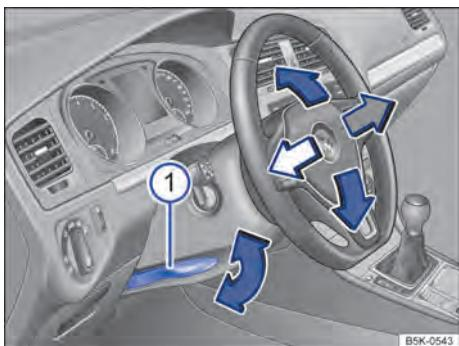

Fig. 47 Embaixo do volante no revestimento da coluna de direção: alavanca de ajuste mecânico da posição do volante.
- Virar a alavanca \Rightarrow Fig. 47 ① para baixo.
- Virar a alavanca sempre com firmeza para cima \Rightarrow Fig. 47 ① após o ajuste, para que o volante não mude de posição involuntariamente durante a condução.